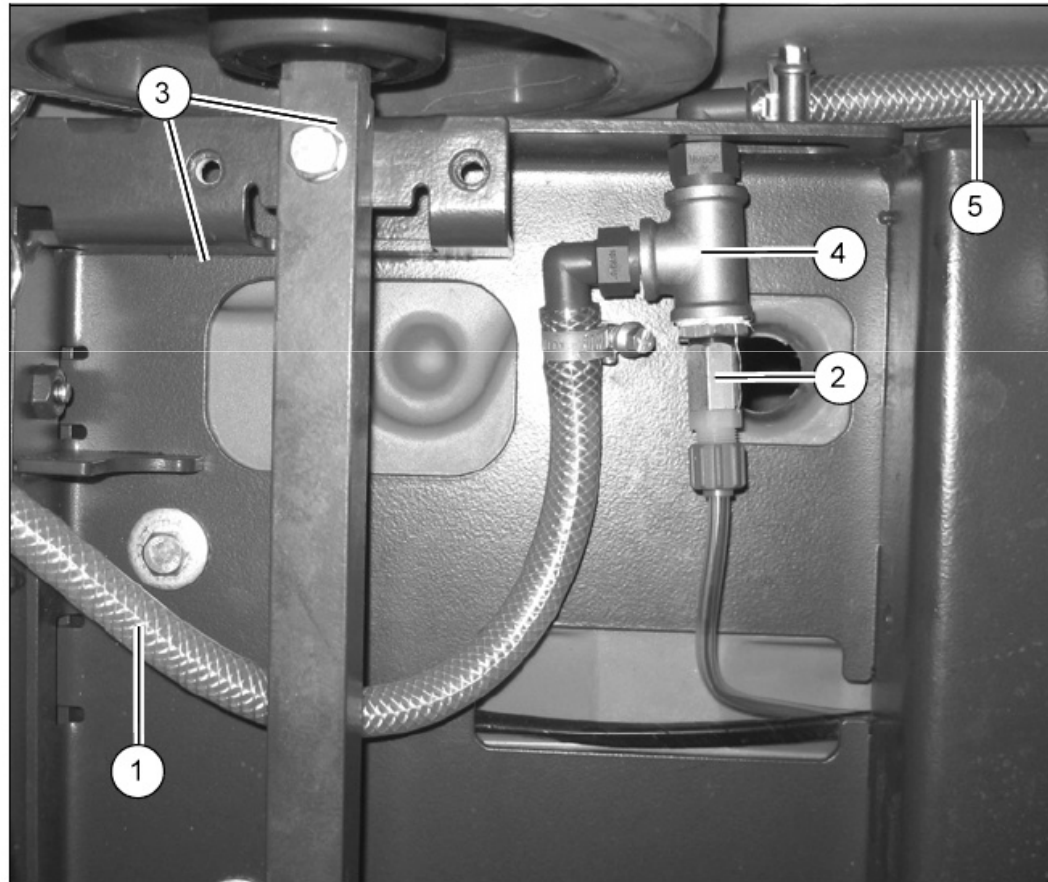

Fig. 6
1. Déconnecter le tuyau (Fig. 6/1) de l'électrovanne et le couper à une longueur de 490 mm
2. Pré-assembler la valve anti-retour (Fig. 6/2), le réducteur et le T (Fig. 6/4)
4. Raccorder avec des colliers le tuyau (longueur 230 mm) (Fig. 6/5) à la valve anti-retour
5. Assembler le tuyau (Fig. 6/1) avec des colliers. (le double raccord n'est pas utilisé sur les B 30 ni B 45)